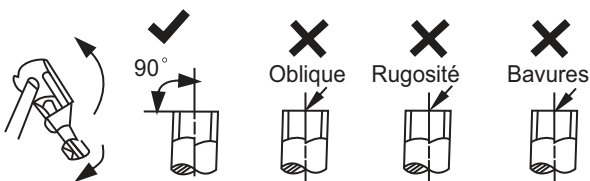

Fig. 27 – Coupe des tuyaux
- a. Coupez le tuyau à 90 degrés (voir fig. 27) au moyen d'un coupe-tube.